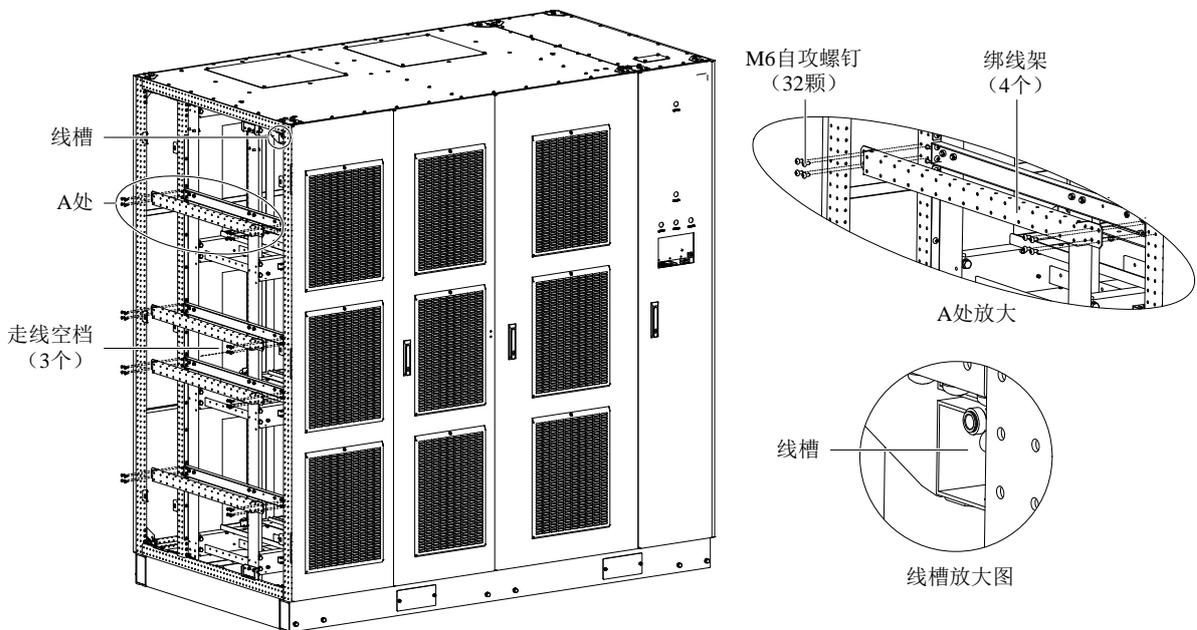

图2-21 拆除绑线架
b. 拆卸固定绑线架的 M6 自攻螺钉，取下绑线架，如图 2-21 所示。
3) 将高压电缆通过 3 个走线空档分别放入柜体 1；将低压电缆通过线槽放入柜体 1，如图 2-21 所示。